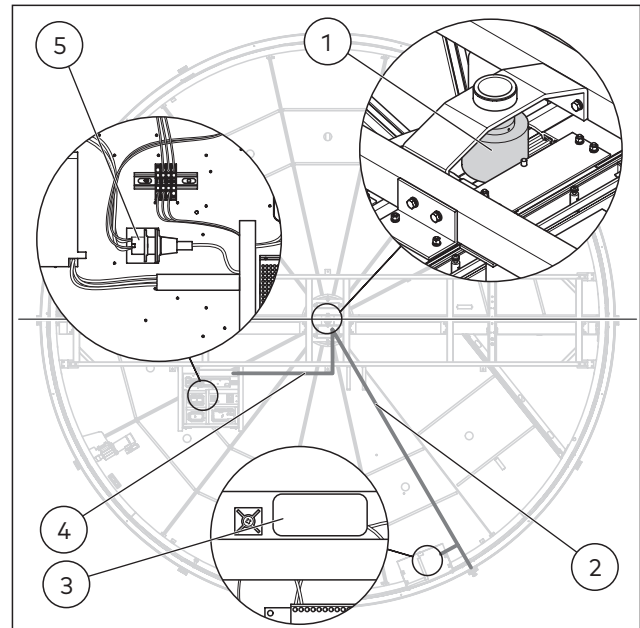

Abb. 99 Schleifring anschließen
2. Ein Kabel (Abb. 99/4) vom Schleifring (Abb. 99/1) zum Drehteil der Tür verlegen.
3. Ein Kabel (Abb. 99/2) vom Schleifring (Abb. 99/1) zum festen Teil der Tür verlegen.
4. Die Schleifringleitung (Abb. 99/4) zum Netzanschluss (Abb. 99/5) in der Steuerung führen.
5. Die Schleifringleitung (Abb. 99/2) zum Netzanschluss (Abb. 99/3) in der integrierten Steuerung des Stirnbands führen.